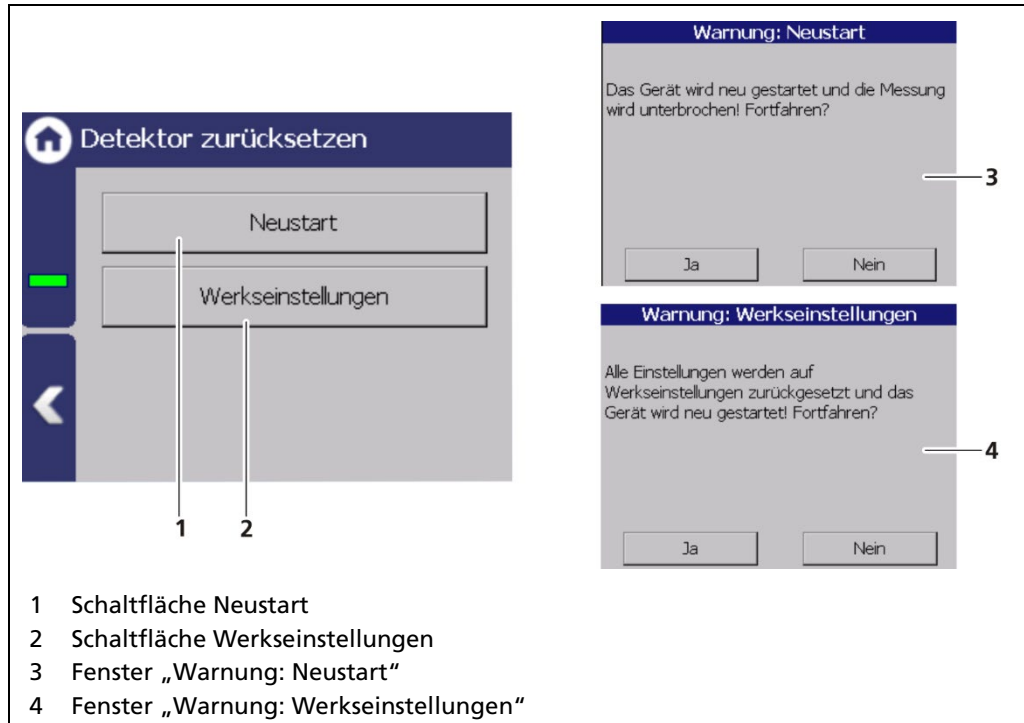

Abb. 72 Gerät zurücksetzen
1. Um das Gerät neu zu starten, klicken Sie auf den Schaltfläche < Neu starten > (Abb. 72, Pos.1).
- Ein Fenster mit der Warnung „Neustart“ (Abb. 72, Pos.3) öffnet sich.
1. Um den Detektor auf die Werkseinstellungen zurückzusetzen, klicken Sie auf die Schaltfläche < Werkseinstellungen > (Abb. 72, Pos.2).
- Ein Fenster mit der Warnung Werkseinstellungen (Abb. 72, Pos.4) öffnet sich.